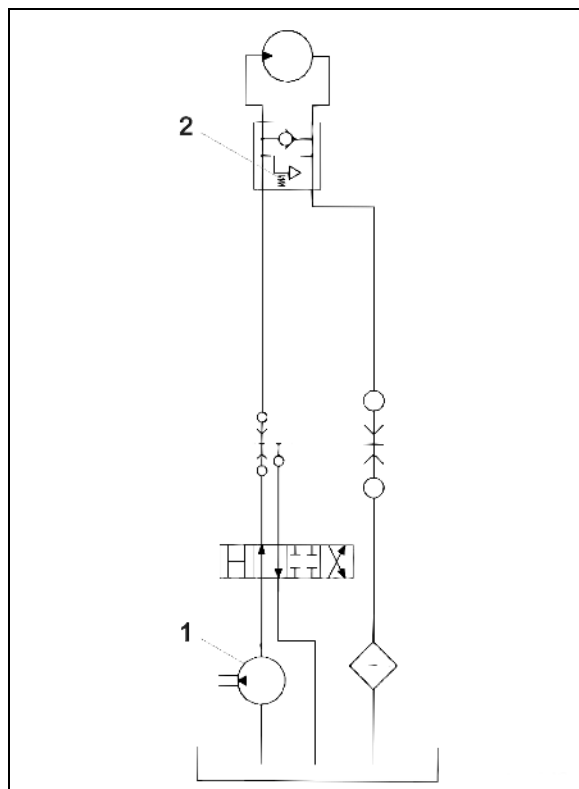

Рис. 77
Два пальца (Рис. 77/3 и Рис. 77/4) вставьте в качестве упора гидравлического цилиндра (Рис. 77/1) в сегмент регулировки. Упор гидравлического цилиндра находится на пальце (Рис. 77/3), если цилиндр не находится под давлением, и на пальце (Рис. 77/4), если гидравлический цилиндр находится под давлением.
1. Подайте давление в гидравлический цилиндр (Рис. 77/1).
2. Вставьте палец (Рис. 77/3) в отверстие сегмента регулировки и закрепите при помощи фиксирующего пальца с пружинной защелкой (Рис. 77/2).
Каждое отверстие группы отверстий в сегменте регулировки обозначено цифрой. С повышением цифры, повышается давление сошников (Рис. 77).